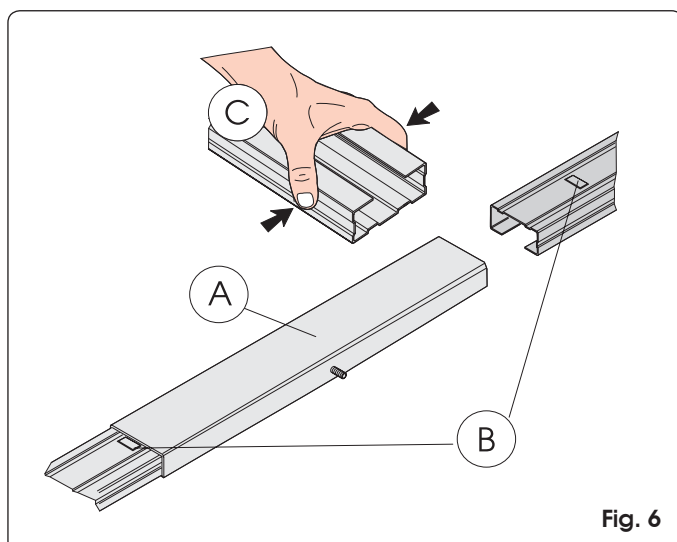

Fig. 6
- 1) Assembleer de twee delen van de geleiderail door ze in het centrale verbindingstuk te zetten (Fig 6 ref. A) tot aan de metalen profielen (Fig. 6 ref. B). Om de rail er makkelijker in te krijgen wordt aangeraden hem in het centrale verbindingstuk te steken terwijl u hem in elkaar drukt, zoals aangegeven in Fig. 6 ref. C. Gebruik geen gereedschappen die de rail of het verbindingstuk kunnen vervormen.